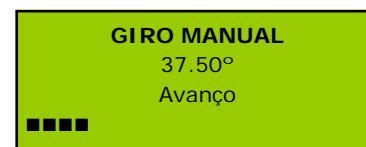

Figura 24.
- **Modo de giro manual sem introduzir previamente um ângulo por teclado.** Para aceder a este modo, prima o pedal directamente desde o menu inicial. Ao premir o pedal, a máquina começa a girar em sentido de avanço e no ecrã visualiza a informação que se mostra na Figura 24.